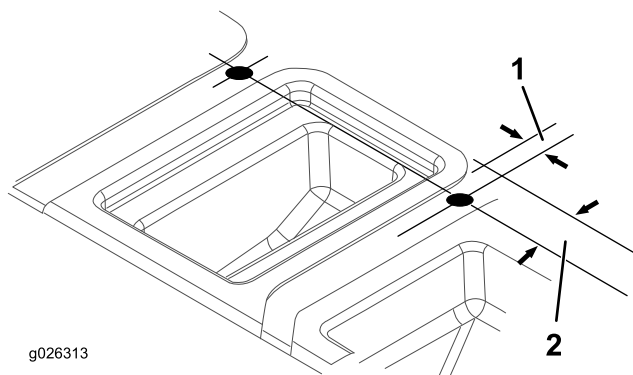

Рисунок 10
5. Используя размеры, показанные на Рисунок 10, определите, отметьте местоположение и просверлите два отверстия (1 дюйм) в верхней части основания сиденья. Определите место отверстия на каждой стороне центральной перегородки.